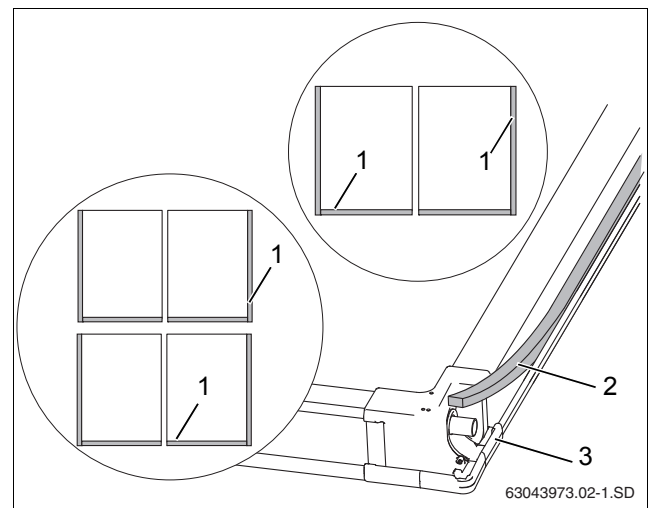

Рис. 21 Задняя сторона коллектора
В местах соединений боковых и нижних накладных листов с коллекторами (рис. 21, [1]) должна быть уложена уплотняющая лента.
- ▶ Уложите уплотняющую ленту (рис. 21, [2]) клеящей стороной вперед в пазы наружной стороны крайнего коллектора и внизу каждого коллектора (рис. 21, [1]) в т.ч. в угловой соединительный элемент (рис. 21, [3]).